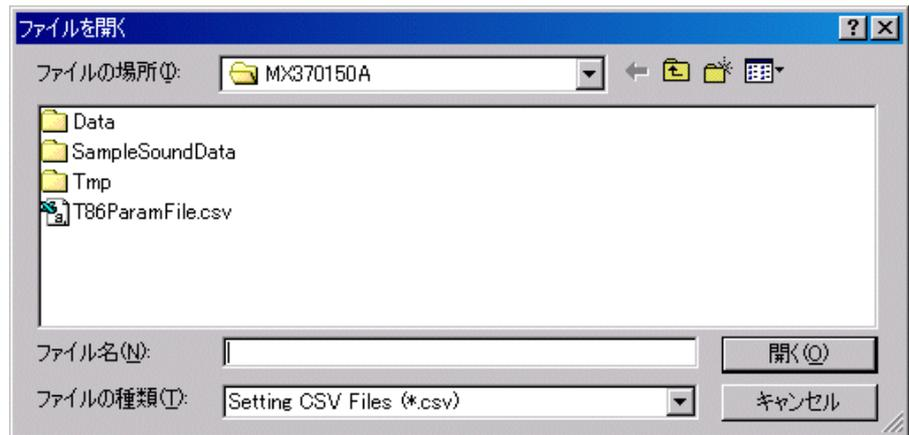

図 4.4.2-1 パラメータ読み出し画面
- (1) **【ファイル(F)】**メニューの**【パラメータ読み込み(R)】**またはツールバーの  をクリックすると、図 4.4.2-1 に示すようなパラメータ読み出し画面が表示されます。
- (2) ファイル一覧の中から読み出したいパラメータファイルをクリックし、**【開く(O)】**ボタンをクリックすると、パラメータファイルが読み出されます。